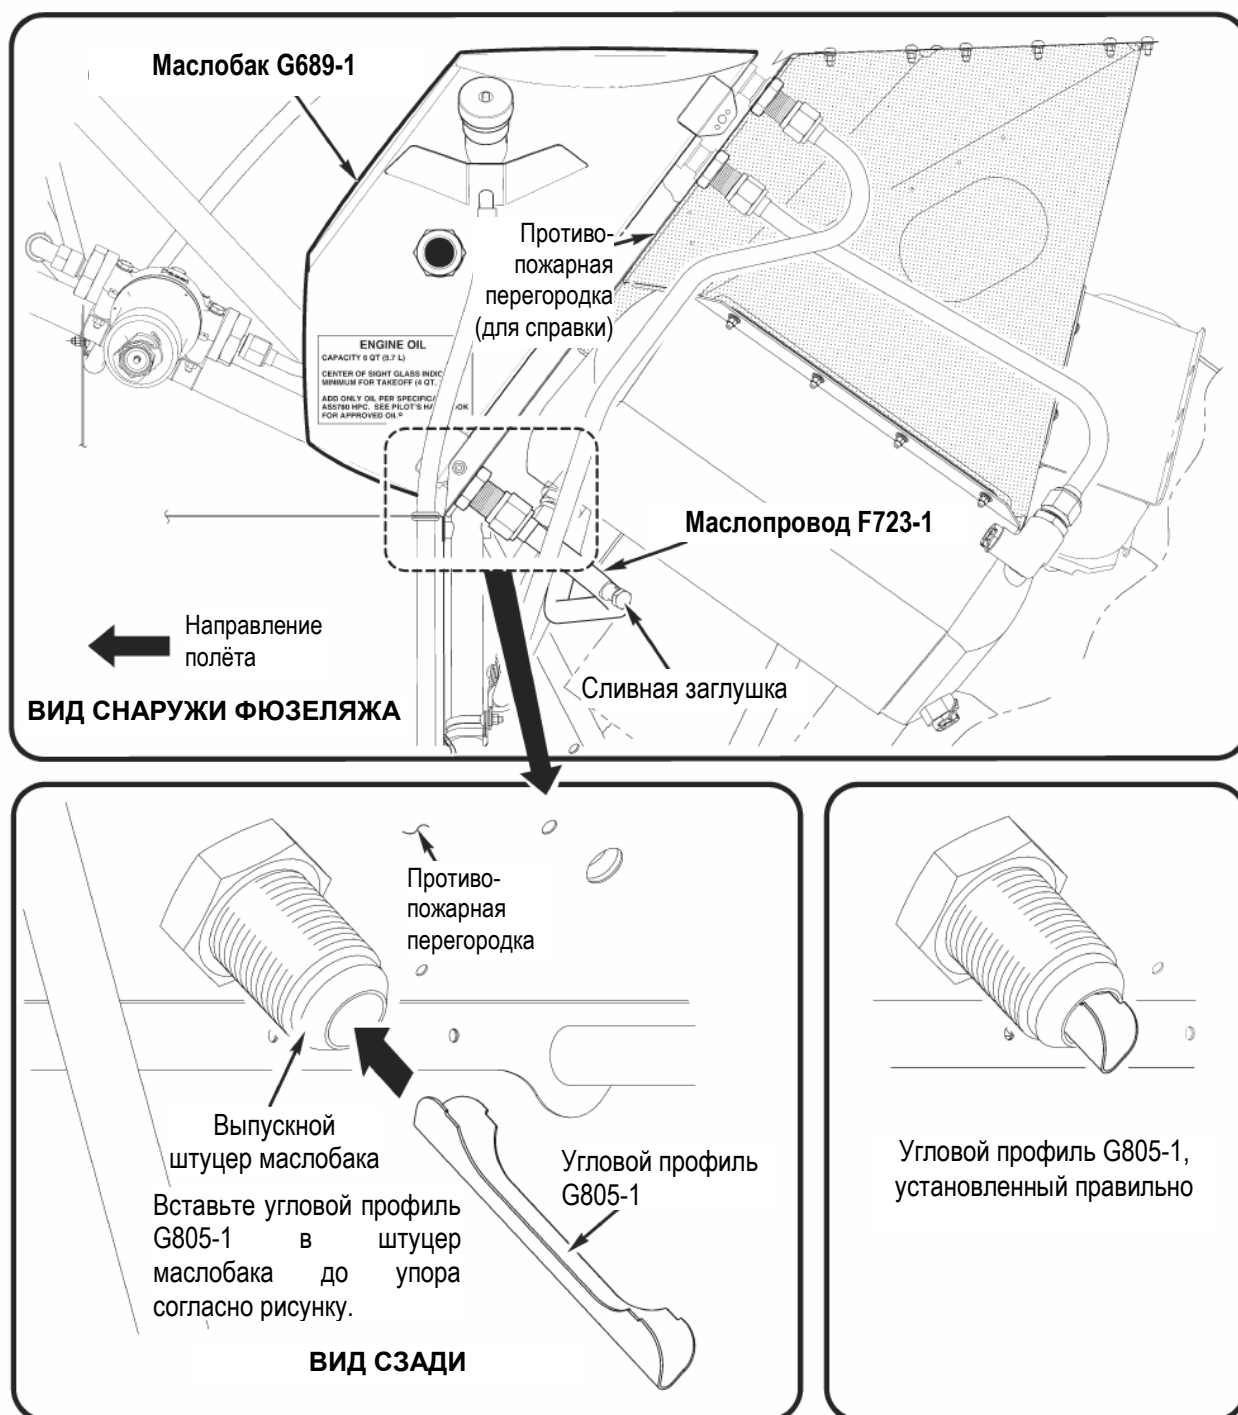

РИСУНОК 1
1. См. Рисунок 1. Определите цвет выпускного штуцера маслобака. Если штуцер имеет синий цвет (маслобак старой модификации), то маслобак не подходит для установки углового профиля G805-1 и подлежит замене. Маслобаки, устанавливаемые взамен старых, в зависимости от номера модификации всё же могут требовать выполнения пунктов 2...8 ниже.
4. См. Рисунок 1. Отсоедините маслопровод F723-1 от штуцера маслобака на противопожарной перегородке.